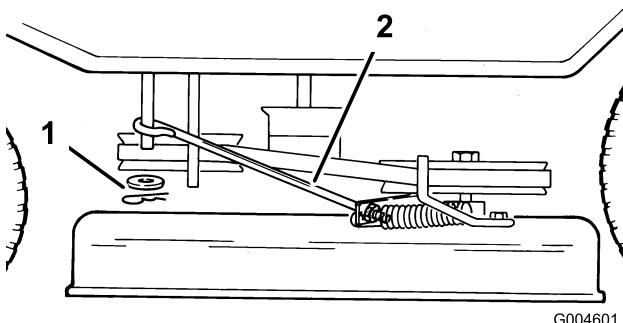

Figura 40
11. Togliete la coppia a forcina e la rondella dall'asta di regolazione dal lato sinistro del tosaerba (Figura 40).
17. Installate l'asta di comando della lama sull'asta di regolazione e serratela con la rondella e la coppiglia a forcina (Figura 40).